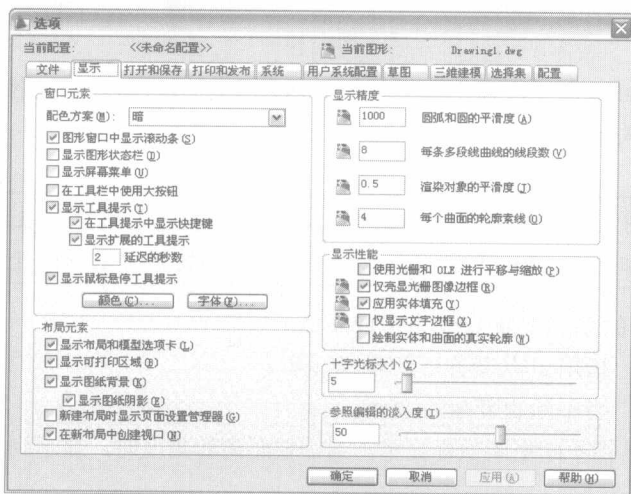

图 1-17
**01** 在命令行中输入 Options（选项）命令，或者执行“工具”|“选项”命令，系统便会弹出图 1-17 所示的“选项”对话框。